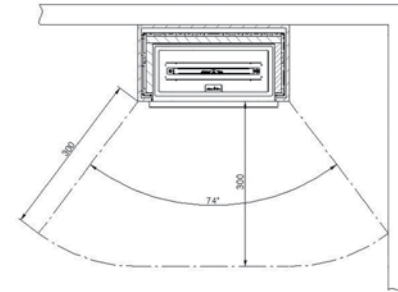

Abb. 3
- Innerhalb des Strahlungsbereiches (300 mm) dürfen keine brennbaren Gegenstände (Dekorationen, Kleidungsstücke, etc.) abgestellt werden. (siehe Abb.3)
- Es dürfen keine brennbaren Gegenstände auf den freien Oberflächen der ebios-Brennzelle abgestellt oder abgelegt werden. Legen Sie keine Wäschestücke zum Trocknen auf die Brennzelle bzw. in den Feuerraum. Ständer zum Trocknen von Kleidungsstücken sind nur außerhalb des Strahlungsbereichs aufzustellen (Abb.3)! **Brandgefahr!**